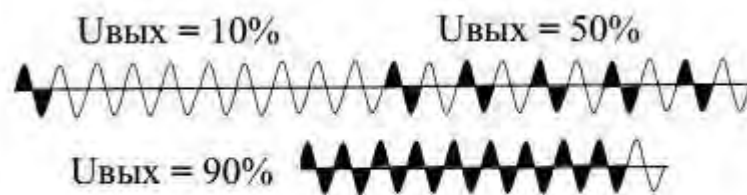

Рисунок 10
7.6.2 Числоимпульсное управление достигается путем пропуска целых полуволн питающей сети в нагрузку, количество которых зависит от требуемой мощности (рисунок 10).